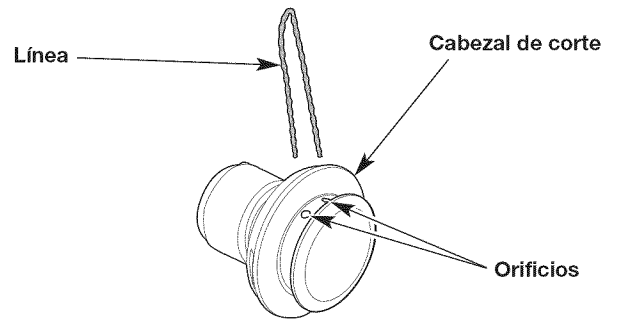
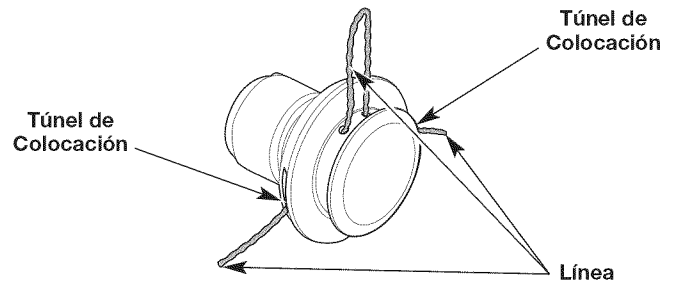

Fig. 16
Fig. 17
3. Inserte los extremos del nuevo hilo de recorte dentro de los orificios del cabezal de corte (Fig. 16). Empuje el hilo a través de los orificios hasta que ambos extremos sobresalgan de los conductos de posicionamiento (Fig. 17).